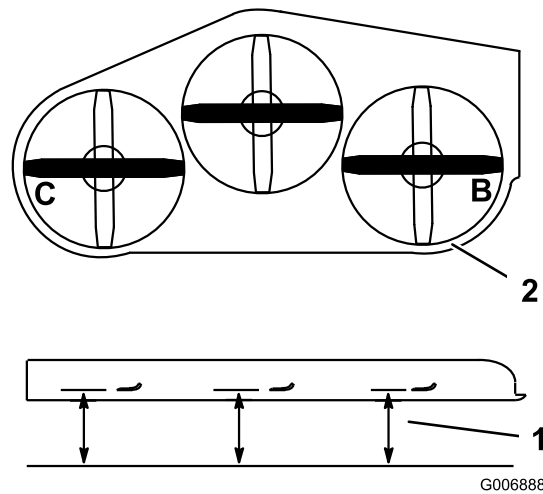

**Bild 86**
- Montieren Sie die Buchsen-/Messerbaugruppe auf der Spindelwelle (Bild 86).